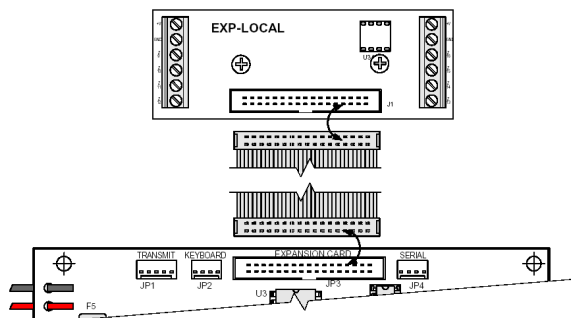

Рис.28 Подключение локального расширителя.
- Подключите расширитель к плате прибора, используя плоский 32-проводной кабель (см рис.28).